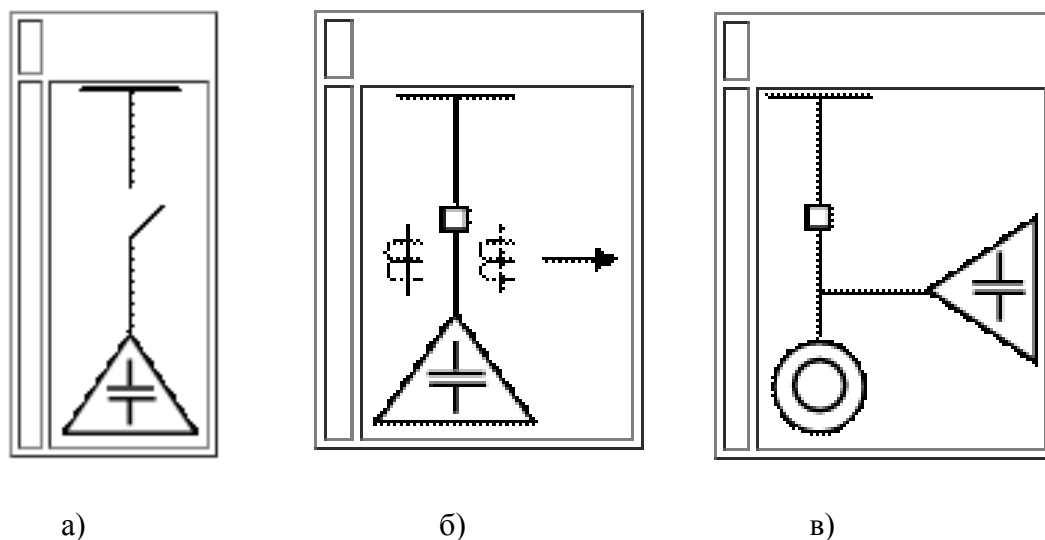

Рисунок 3 – Подключение БСК в сети 0,4 кВ
- а. Подключение БСК через рубильник и предохранитель (рис. 3а);
- б. Подключение БСК через выключатель, $Q \geq 400$ кВАр (рис. 3б);
- в. Подключение БСК к двигателю (рис. 3в);.